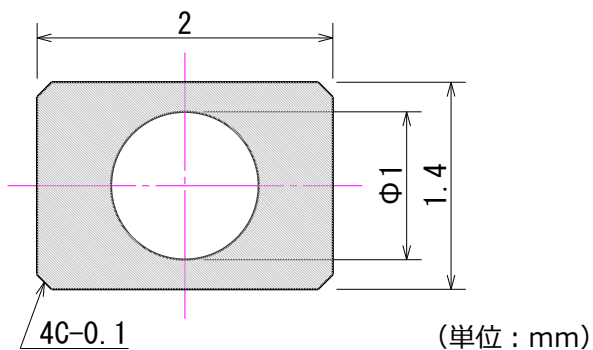

図3. 吸着ノズル先端部形状
②吸着ノズルの一例を図3に示します。また、参考例として、各種のノズルの吸着状態を図4にします。